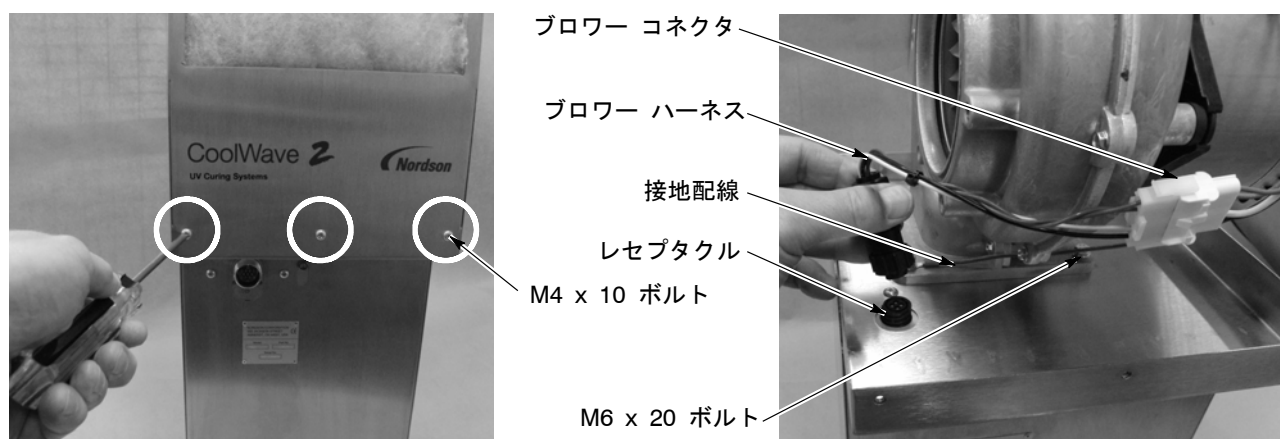

図 6-11 ブロー カバーの取外し
1. 図6-11を参照。6個のフィリップスヘッド ボルト M4 x 10 (3個が前面、3個が背面) を取外してブローカバーを取外します。ブローカバーを脇におきます。